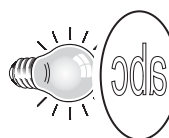
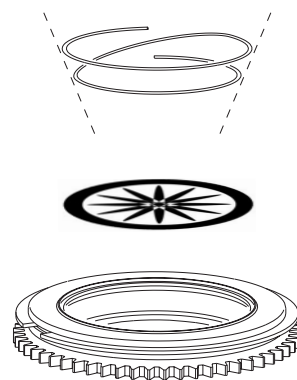

Figure 8. Orientation correcte des gobos
Figure 11: Gobo rotatif et son support
Les gobos sont maintenus dans les porte gobos par un ressort (voir Figure 11). Notez que le ressort ne convient qu'à des gobos de 3 mm d'épaisseur maximum. Les gobos plus épais peuvent être collés dans le support avec une colle UV ou la Loctite 330 Multibond avec Activateur.
4. Insérez le nouveau gobo dans le support, la face devant pointer la lampe vers le ressort (voir Figure 8 et Figure 11).
5. Insérez le ressort avec l'extrémité la plus fermée contre le gobo, comme indiqué en Figure 11. Pour identifier l'extrémité la plus fermée, aplatissez le ressort : cette extrémité est à l'intérieur. Poussez l'autre extrémité du ressort sous la lèvre du porte gobo.